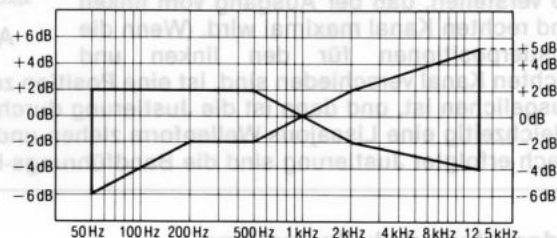

Abb. 8
5. Anschließend das auf der CrO₂-Leercassette (QZZCRX) und der Reineisenband-Leercassette (QZZCRZ) aufgezeichnete Signal auf 12,5 kHz erhöhen und auf gleiche Weise justieren, wie vorgehend beschrieben. Dann überprüfen, ob der Frequenzpegel innerhalb des in Abb. 8 gezeigten Bereichs liegt.